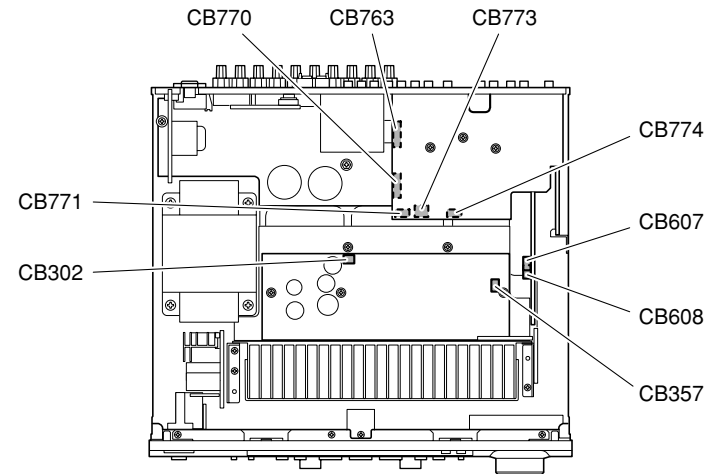

Fig. 2
- Remove the Support/DSP. (Fig. 2)
- Remove CB302, CB357, CB607, CB608, CB763, CB770, CB771, CB773 and CB774. (Fig. 2)
- サポート/DSPを取り外します。(Fig. 2)
- CB302、CB357、CB607、CB608、CB763、CB770、CB771、CB773、CB774を外します。(Fig. 2)